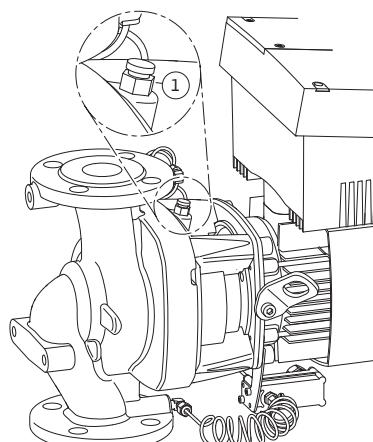

Fig. 51: Zawór odpowietrzający
- 6 Całkowicie zredukować ciśnienie w pompie poprzez otwarcie zaworu odpowietrzającego (Fig. 51, poz. 1).